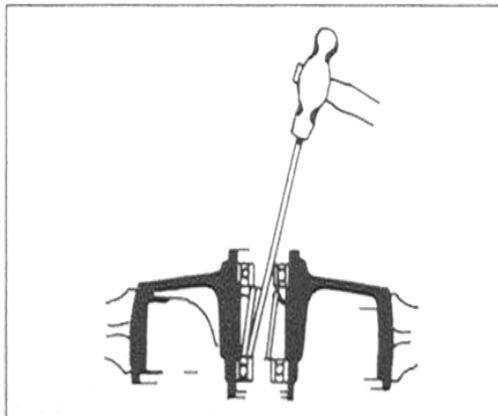

Bild 204
- Distanzhülse zwischen den Radlagern aushebeln. Lager mit einem 10 mm-Dorn mit leichten Schlägen schrittweise über Kreuz austreiben (Bild 204). Nach Ausbau eines Lagers Distanzhülse entnehmen und gegenüberliegendes Lager austreiben.
Schwinge und Federbein / Bild 204